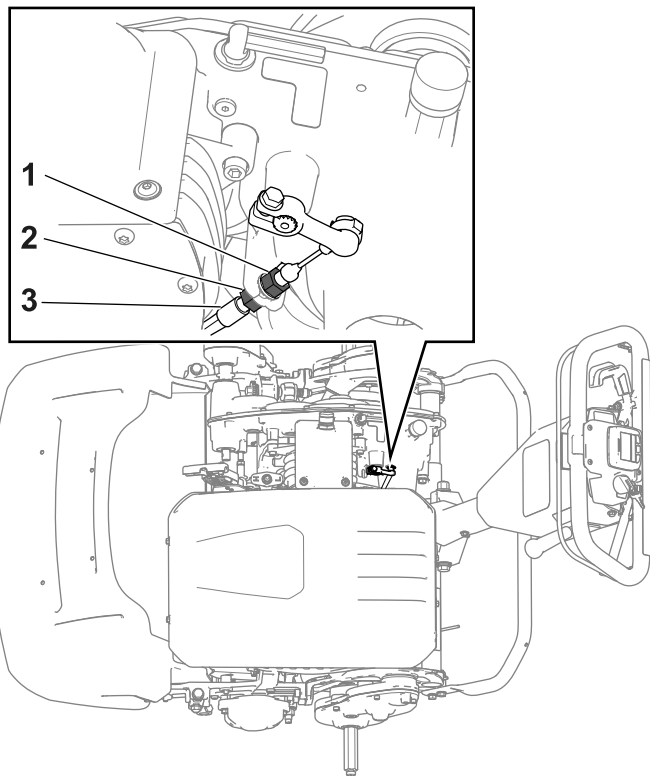

Bild 39
erhöhen (Bild 39). Schritt 2 wiederholen und ggf. die Spannung anpassen.
- Lösen Sie die hintere Kabelklemmmutter und ziehen Sie die vordere Klemmmutter an, um die Spannung des Bremszugs zu verringern (Bild 39). Schritt 2 wiederholen und ggf. die Spannung anpassen.